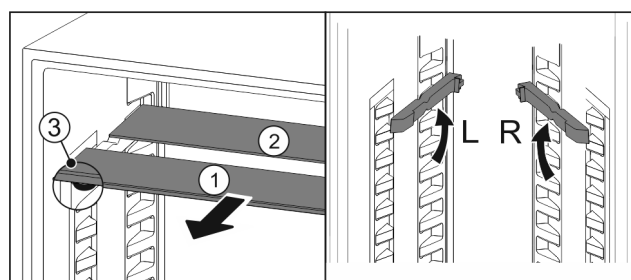

Fig. 21
- Glasplaten afzonderlijk vanaf de voorkant eruit trekken Fig. 21 (1).
- ▷ Glasplaat Fig. 21 (1) met sierlijst ligt voor.
- ▷ Stops Fig. 21 (3) zijn naar onder gericht. Apparaten met vriesvak:\*